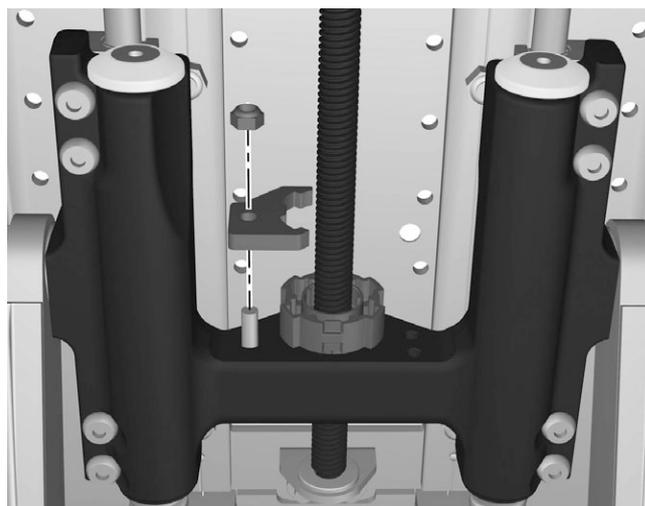

Abbildung 101. Sicherungsmutter (Kontermutter) abmontieren.
6. Mutter und Schraube abmontieren. Siehe Abbildung. 101.